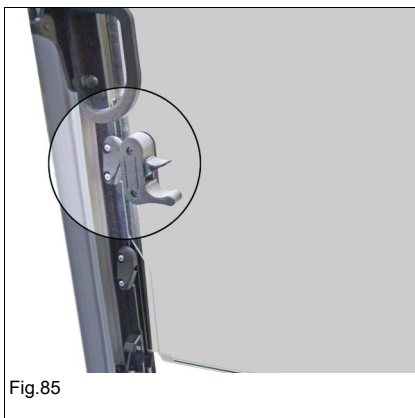

Fig.85
- Al abrir o cerrar el parabrisas completo, el parabrisas inferior tiene que estar completamente abierto (Fig. 85).